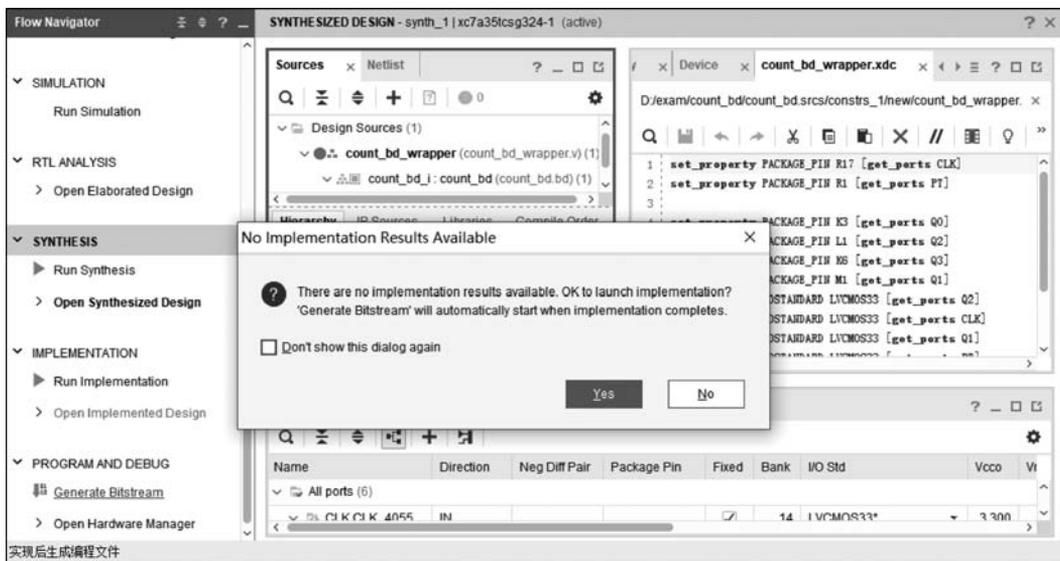

图 3.72 生成比特流文件
(1) 在 Vivado 主界面的 Flow Navigator 中选项 PROGRAM AND DEBUG 下选择 Generate Bitstream 选项, 此时会弹出 No Implementation Results Available 对话框, 提示工程还没有经过 Run Implementation 等过程, 如图 3.72 所示, 单击 Yes 按钮, 再单击 OK 按钮, 软件会自动执行 Run Implementation 并生成比特流文件。